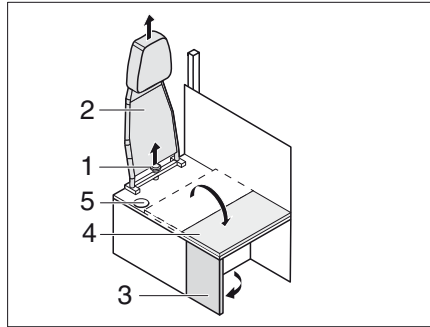

Bild 210 Ombyggnad körning - boende
- Skruva ur stjärnskruven (Bild 210,1) och ta av ryggstödet (Bild 210,2) uppåt.
- Fäll ut sidovägg (Bild 210,3).
- Fäll sittbänksförlängningen (Bild 210,4) på sidoväggen.
- ▷ Omvänd ordningsföljd gäller vid ombyggnad från boende till körning. Var noga med att säkerhetsbältet dras genom öppningen (Bild 210,5).